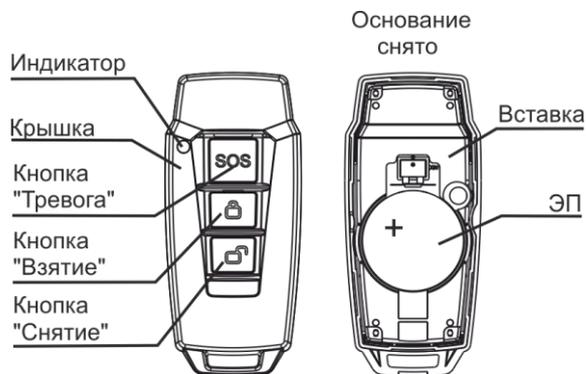

Рисунок 2
4.1 Конструктивно РПДК выполнен в виде брелока, состоящего из крышки (лицевая сторона) и основания (рисунок 2).